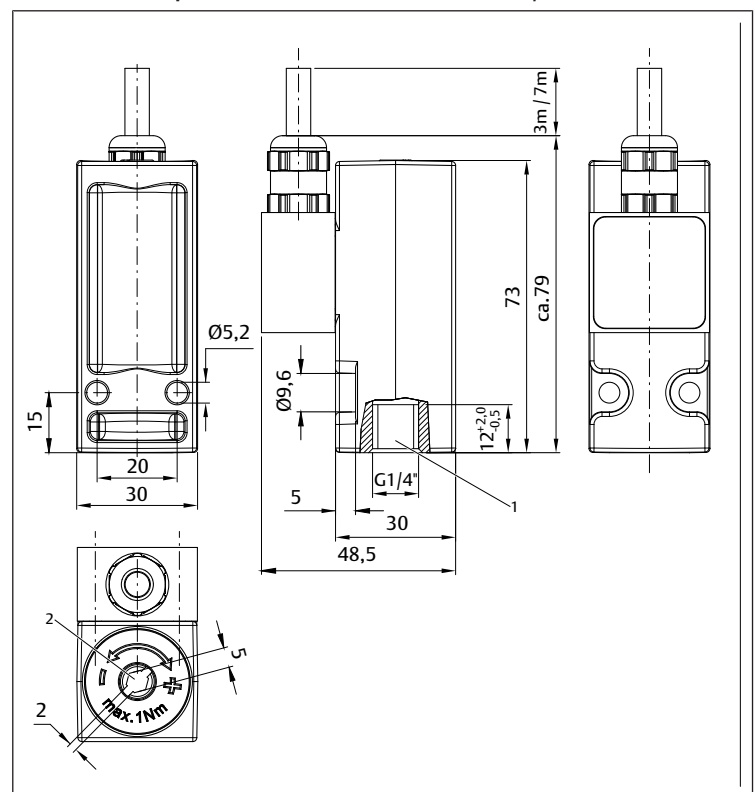

Fig. 2: Attacco pneumatico filettatura interna G1/4
- Raccordo G1/4: $M_A = 12^{+1}$ Nm (ved. → Fig. 2)